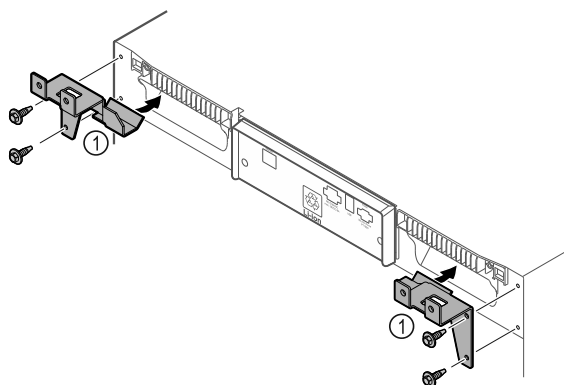

Fig. 9
- ▶ Montera fästena Fig. 9 (1) på apparaten med skruvarna som medföljer.